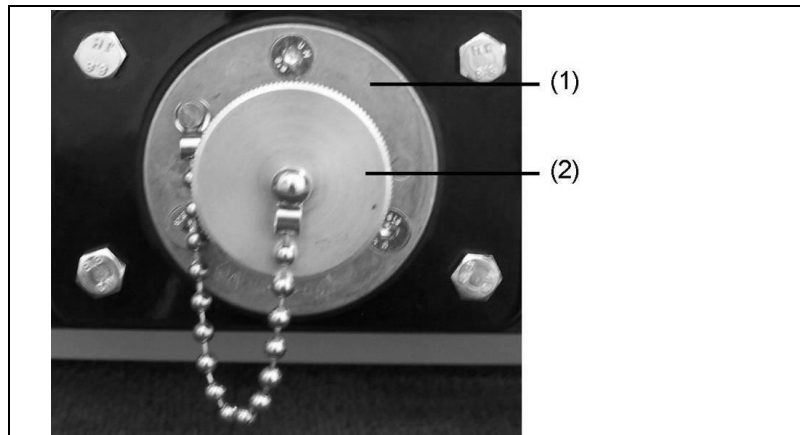

Abb. 5-11: Anschluss-Steckdose für 12V-Zubehör
1. Schutzkappe (Abb. 5-11-(2)) der 12V-Anschluss-Steckdose (Abb. 5-11-(1)) entgegen dem Uhrzeigersinn abschrauben.
6. Schutzkappe (Abb. 5-11-(2)) der 12V-Anschluss-Steckdose durch Drehen im Uhrzeigersinn anschrauben.